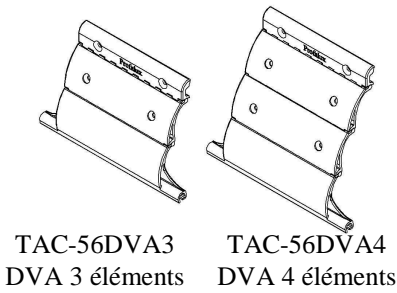

fig. 1
3. Insérer le tablier à moitié dans les coulisses par-dessus l'axe (*voir fig. 1*)